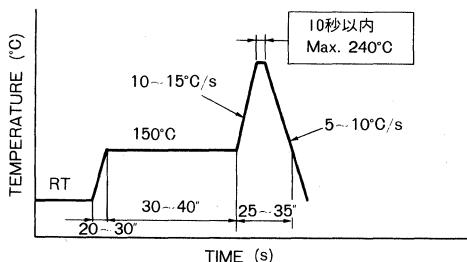

Fig. 16
- 1) ハンダリフロー法による場合、Fig. 16 に示す温度プロファイルを目安としてご使用願います。
- 1) When you use solder reflow method, use the temperature profile shown in Fig. 16 as a guideline.